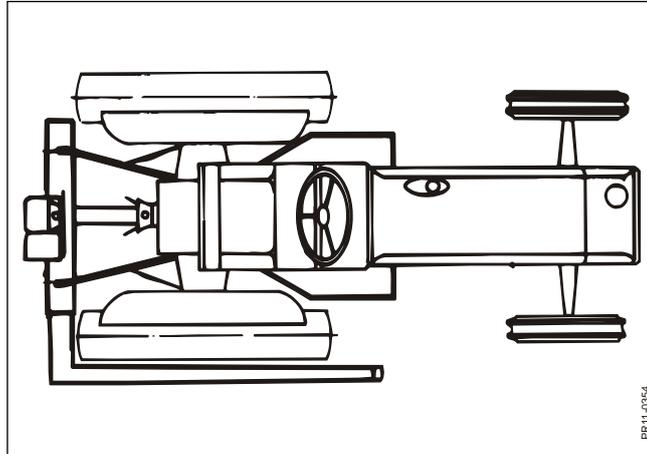

Fig. 2-9
**Fig. 2-9** La suspensión está ubicada en el acoplamiento de tres puntos del tractor, tan cerca como sea posible de las ruedas traseras del tractor. De este modo la conducción es más estable y se reduce la carga sobre las articulaciones.